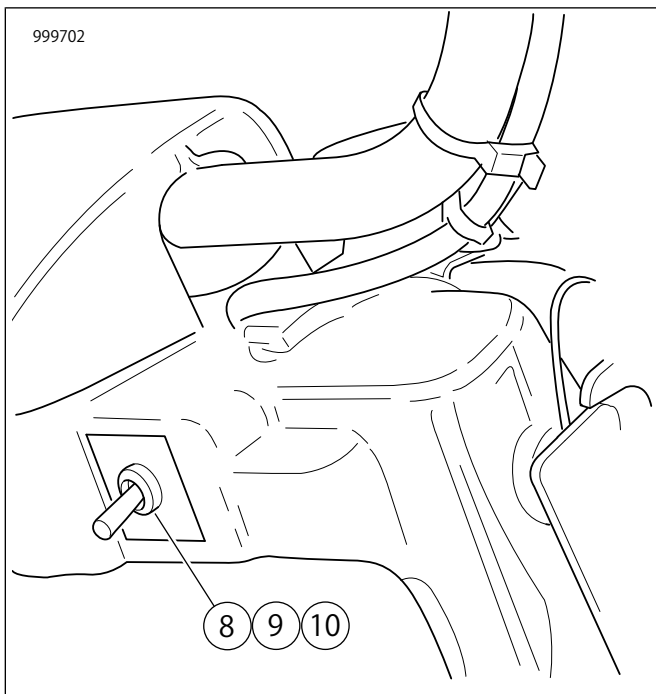

図6。非フェアリングスイッチの位置
- a. 図6を参照してください。ナット(8)、ラベル(9)、スイッチ(10)を右のアクセス穴に取り付けます。